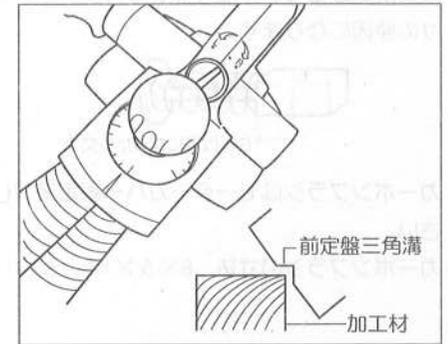

図13
- ①前定盤の三角溝を、加工する材料の角に当ててスイッチの引金を引きます。(図13参照)
- ②スイッチの引金を引き、回転が安定してから削り始めます。